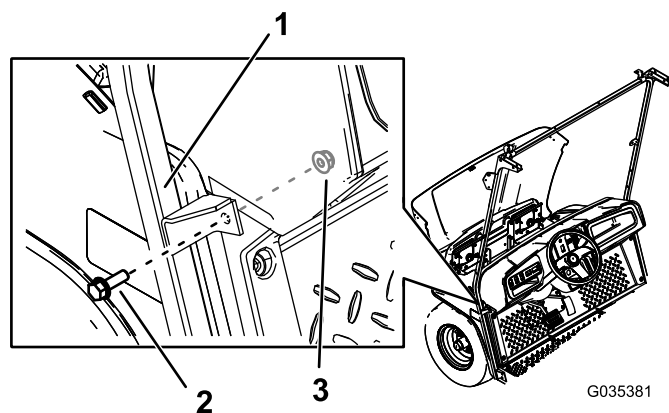

Figura 5
4. Fissate la staffa centrale del supporto del parabrezza alla macchina utilizzando 2 bulloni esagonali flangiati (5/16 x 1") e 2 dadi (5/16"), nei fori praticati in precedenza (Figura 5).